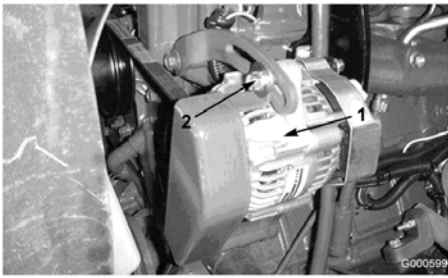

図 55
オルタネータのベルト（図 55）は100運転時間ごとに点検します。
2. たわみが 10 mm 程度でない場合には、オルタネータ取り付けボルト（図 55）をゆるめる。適当な張りに調整してボルトを締める。ベルトのたわみが適切に調整されたことを確認する。